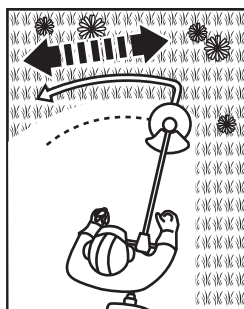

Fig. 26
- > Passez l'appareil en mouvements lents et réguliers, en décrivant un arc de cercle de gauche à droite, et ramenez l'appareil à sa position de départ avant de passer à la zone suivante (Fig. 26).